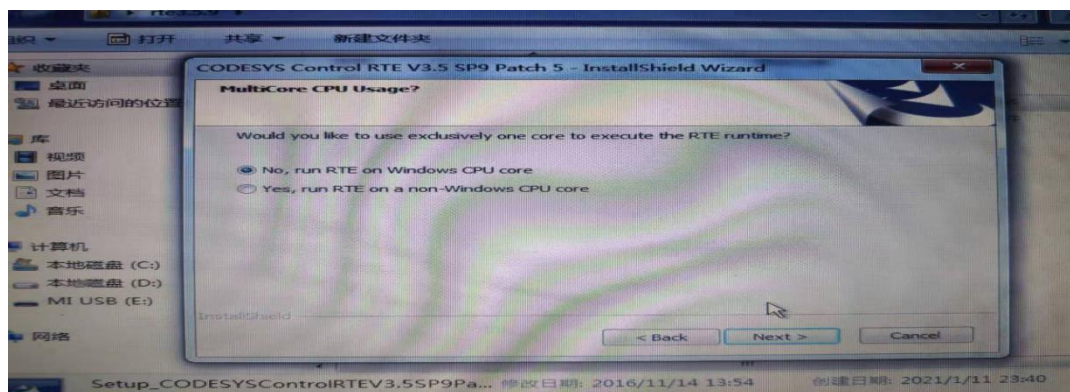

图 2-2-6 CodeSys RTE 安装步骤 6
6、出现图 2-2-6 窗口,选择“No, run RTE on Windows CPU core”,点击“Next”;